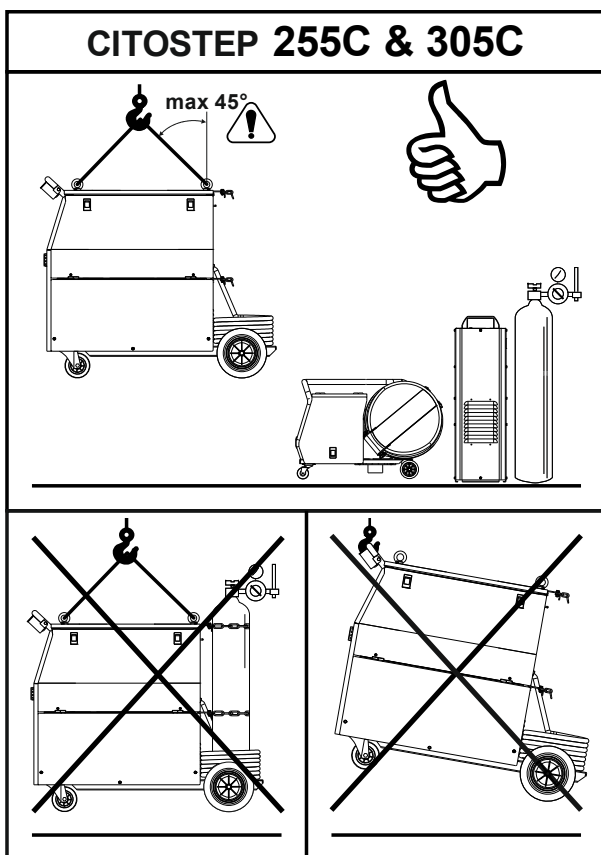

Figura 18.
Para transportar y levantar de manera segura la **CITOSTEP 255C y 305C**, vea la Figura 18:
- Atornille un cáncamo de elevación y aplique una carga axial a 45 grados, como muestra la Figura 18.